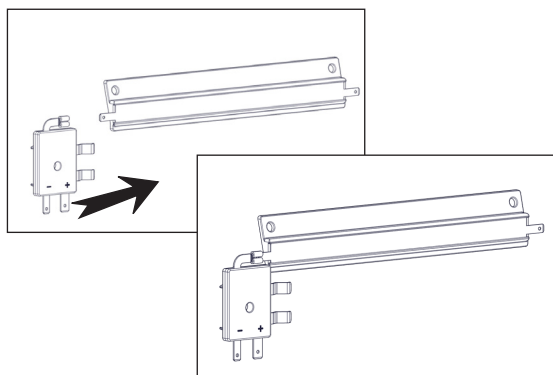

Fig. 1
2. Fixer le contact de charge à la bande de ralentissement (Fig. 1).
4. Glisser le bloc contact de charge (Fig. 1) dans le dos du rail. Le bloc s'ajustera bien au porte-bande de charge.